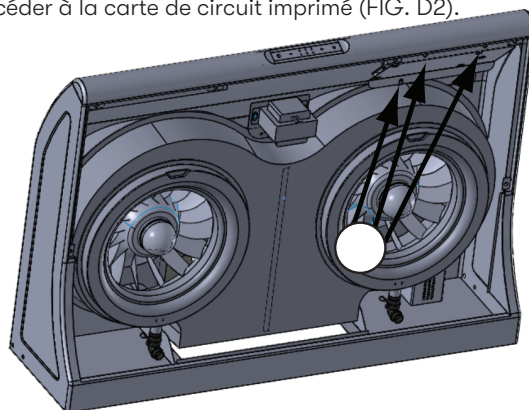

FIG. D2
2. Retirez les 3 vis fixant la plaque de la carte de circuit imprimé pour accéder à la carte de circuit imprimé (FIG. D2).